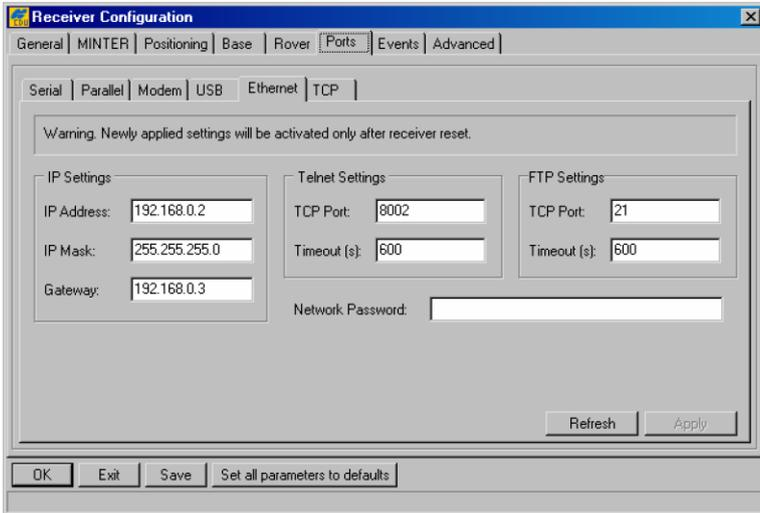

Figura 2-7. Ajustes de la conexión Ethernet – Ejemplo de la red FTP
4. Seleccione los siguientes ajustes IP para el receptor (Figura 2-7 en la página 2-18):
5. En el área Telnet Settings, deje todos los ajustes como predeterminados, pero asegúrese de que el puerto TCP se fija a 8002 (Figura 2-7 en la página 2-18).
6. Para las conexiones de red, configure los *ajustes de FTP* (opcional) con las selecciones siguientes (Figura 2-7 en la página 2-18):
7. Si se requiere, introduzca una *Network Password* para acceder al servidor FTP (Figura 2-7 en la página 2-18).